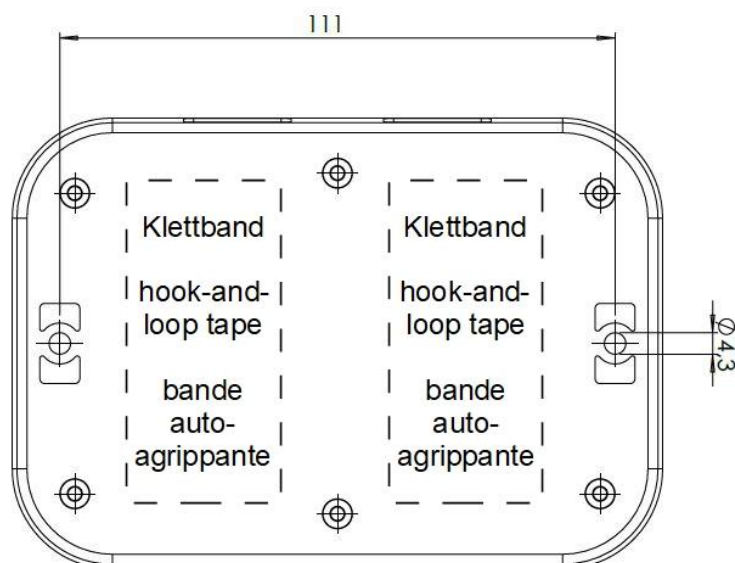

Abbildung 2: Bohrskizze
Bei der Montage an einer Waschmaschine wird empfohlen, das Gerät mittels Klettband an der Waschmaschine zu befestigen. Vibrationen der Waschmaschine, insbesondere während der Schleudervorgänge, werden dadurch weitestgehend gedämpft. Das Klettband ist wie in **Abbildung 2** gezeigt anzubringen.
- ▶ Wanddübel mit Abstand laut Skizze (**Abbildung 2**) montieren